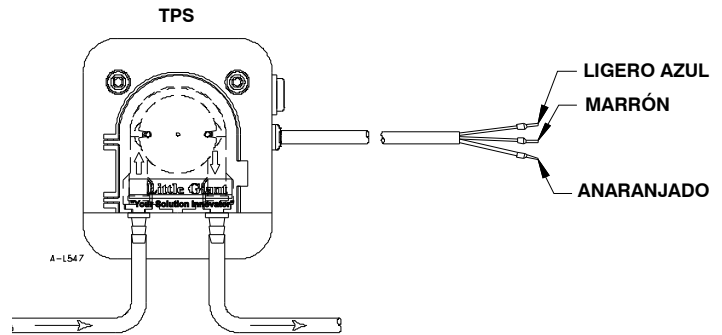

FIGURA 3
**Serie TPS** (señal del compresor o de enfriamiento) - Conecte el cable marrón a la fase principal (línea) y el cable azul a la fase neutra (común). La bomba no se debe conectar a una línea conmutada. Siempre deberá haber suministro eléctrico en esta línea. El cable anaranjado debe conectarse a la señal del compresor o de enfriamiento (vea la Figura 3). Cuando el compresor se encienda, se enviará un voltaje de suministro de 230 V para arrancar la bomba. Cuando el compresor se detenga, la bomba seguirá funcionando. La bomba está programada para seguir funcionando durante 5 minutos para recolectar cualquier condensación residual antes de detenerse.